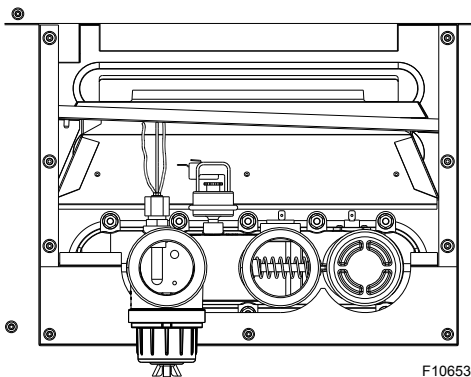

Figure 28. Raccords électriques, distributeur d'entrée/sortie
2. Déconnectez les fils du limiteur de haute température, du coupe-circuit automatique du gaz et de l'interrupteur de pression d'eau du distributeur d'entrée/sortie et les fils de continuité des masses du ProTek Shield, voir **Figure 28**.
pas trop. Le couple ne doit pas dépasser 7 pi-lb. voir **Figure 28**.